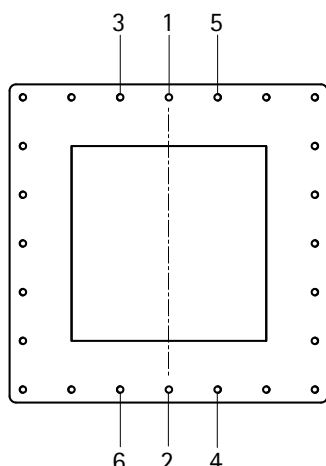

Fig. 8: Schéma de vissage
- Marquer le trou 1 (voir Fig. 8: Schéma de vissage).
- Serrer la rondelle et les écrous en croix (Fig. 8) **avec 60 Nm** pour les boulons d'ancrage **M12** et **avec 110 Nm** pour les boulons d'ancrage **M16**.